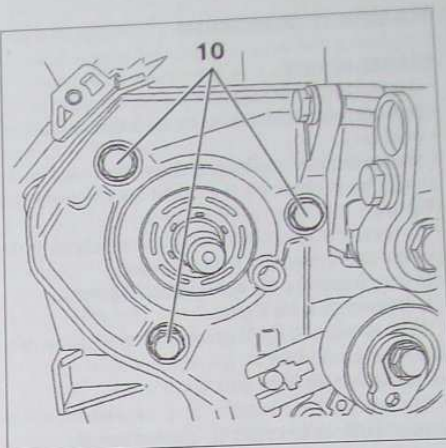

FIG. 27
- Déposer les 3 fixations avant (10) (Fig.27), avec le support arrière (9) (Fig.26) de la pompe puis la dégager.